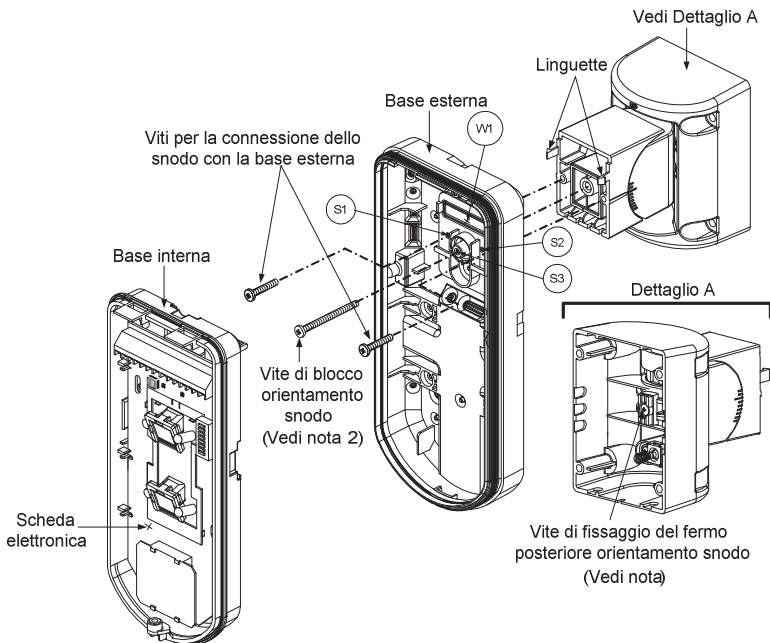

Figura 7
9. Fissare la base esterna allo snodo con due viti tramite le predisposizioni S1 e S2 (figura 7).
10. Inserire nello snodo standard la vite (fornita) di fissaggio ad angolo facendola passare dalla base esterna attraverso il foro a sfondare S3 (figura 7).
14. Per regolare lo snodo standard quando viene installata la scheda elettronica (figura 7):